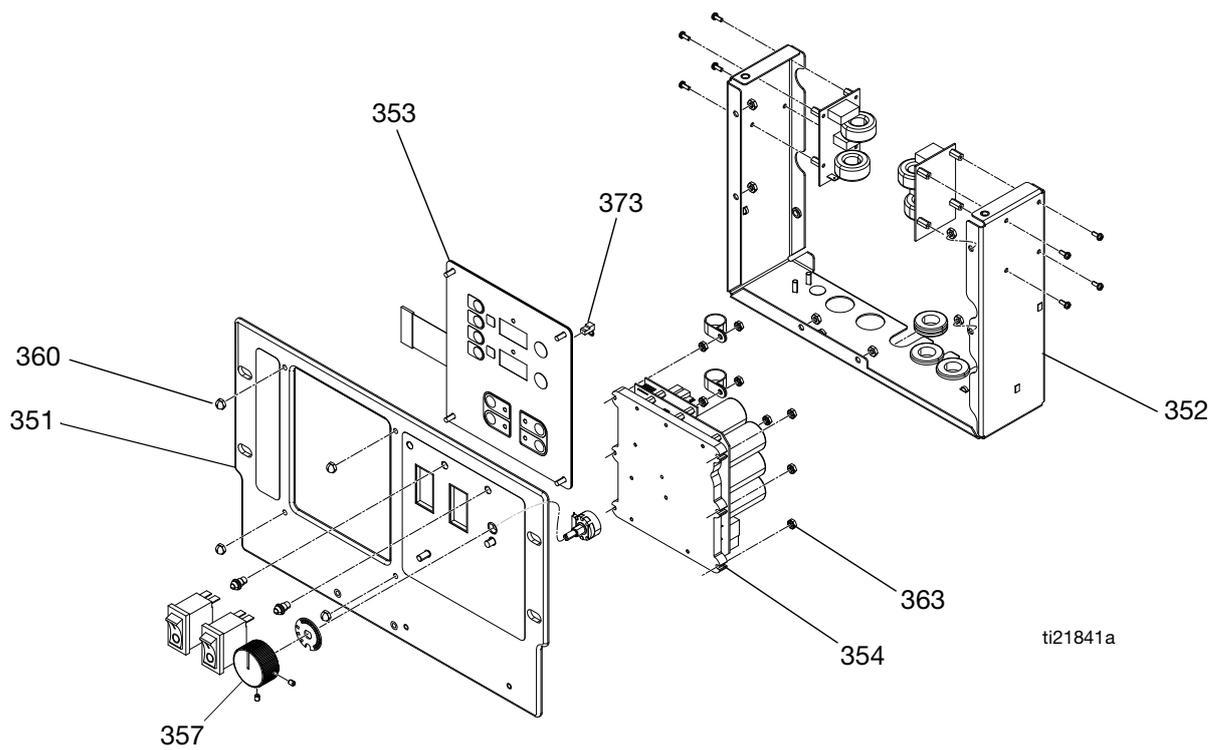

ABB. 10 Steuerkonsole
2. Schrauben (21) und Display-Abdeckung (26) entfernen.
4. Das Haupt-Displaykabel (81) von der oberen rechten Ecke der Temperaturanzeige (353) trennen. Siehe ABB. 10, Seite 43.
5. Brücke (373) hinten vom Display (353) abnehmen. Brücke beiseite legen und auf einem neuen Display installieren.
6. Bandkabel (R) von der Rückseite des Displays abziehen; siehe ABB. 10, Seite 43.
7. Die Muttern (360) von der Platte (351) entfernen.
8. Das Display (353) auseinanderbauen. Details siehe ABB. 10, Seite 43.
9. In umgekehrter Reihenfolge wieder zusammenbauen, siehe ABB. 10, Seite 43. Mittelstarkes Gewindedichtmittel wie gezeigt auftragen.
2. Displayabdeckung (26) an der Rückseite des Wagens entfernen, um die Steuerkonsole (354) freizulegen.
3. Alle Kabel und Stecker von der Karte (354) abziehen. Siehe Tabelle 8, Seite 45.
4. Sechs Muttern (363) entfernen und Platine von Steuerkonsole (354) abnehmen. Siehe ABB. 10, Seite 43.